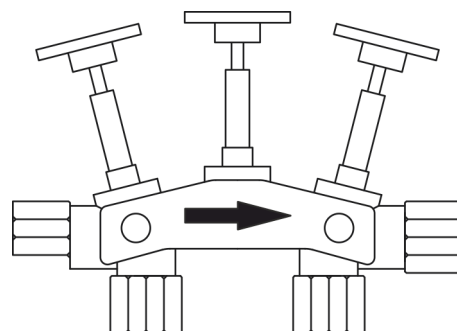

Abb. 5: Fließrichtung
- Verschneidearmatur mit der Pfeilspitze in Fließrichtung (Abb. 5) im bauseitigen Rohrleitungssystem installieren.